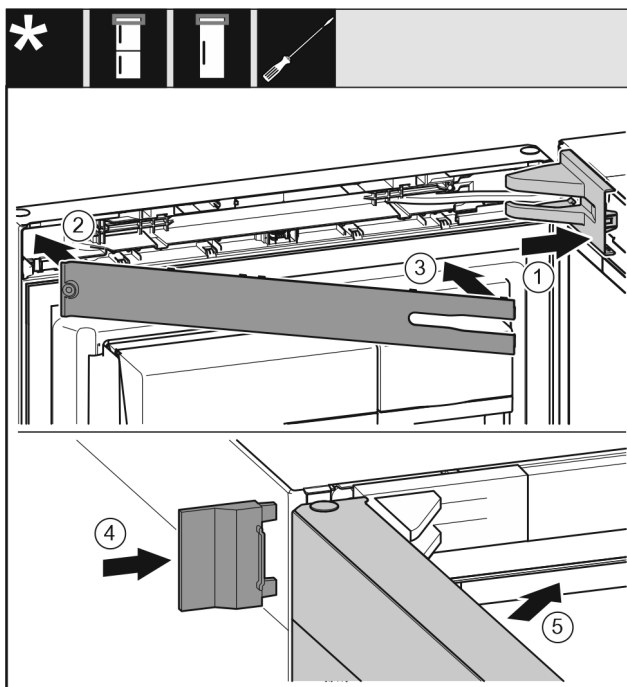

Fig. 26
- ▶ Helyezze fel és pattintsa be a csapágybak fedelét Fig. 26 (1), szükség esetén óvatosan nyomja szét.
- ▶ Helyezze fel a takarólemezt Fig. 26 (2).
- ▶ Fordítsa be és pattintsa be a takarólemezt Fig. 26 (3).
- ▶ Tolja fel a külső fedelet Fig. 26 (4).
- ▶ Csukja be a felső ajtót Fig. 26 (5).